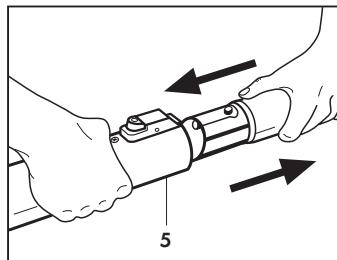

Fig. 12
- inserire il terminale maschio dell'uno nella parte terminale femmina dell'altro e assicurarsi del bloccaggio tramite la leva rossa; (**Fig. 12**)